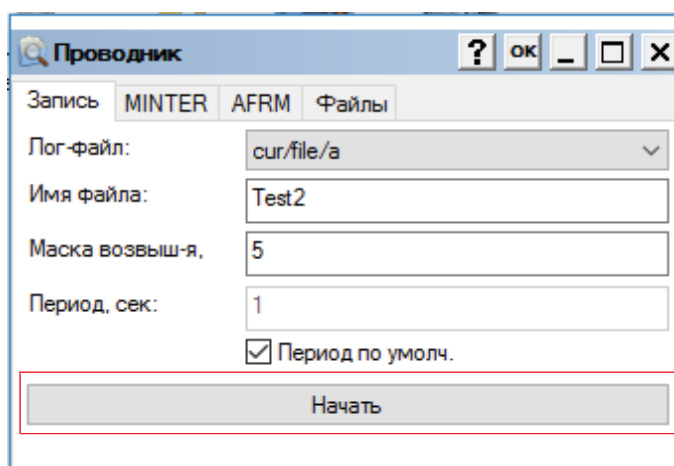

Рис. 35: Запись данных в выбранный файл
10. Нажмите **Пуск**, чтобы начать запись данных в выбранный файл (Рис. 35).